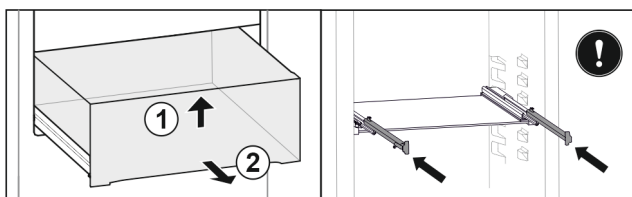

Fig. 83
- ▶ Nadzvedněte zásuvku vpředu. Fig. 83 (1)
- ▶ Vyjměte zásuvku dopředu. Fig. 83 (2)